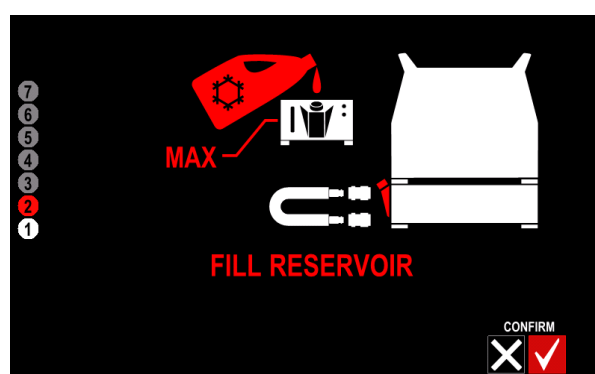

Figura 15
- Llene el depósito de refrigerante hasta la marca de nivel máximo, que equivale a 4,5 litros (Figura 15 o 23).